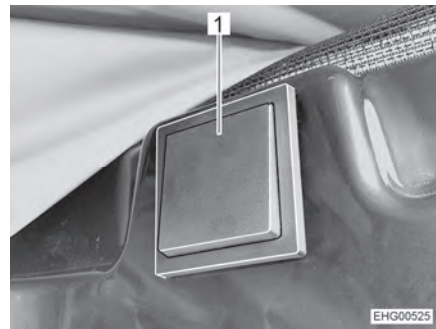

Bild 56 Knapp för elektrisk upplåsning
Knappen för elektrisk upplåsning (Bild 56) finns på höger sida i området ovanför skjutdörren.
- Tryck på knappen (Bild 56, 1) under minst 2 sekunder.